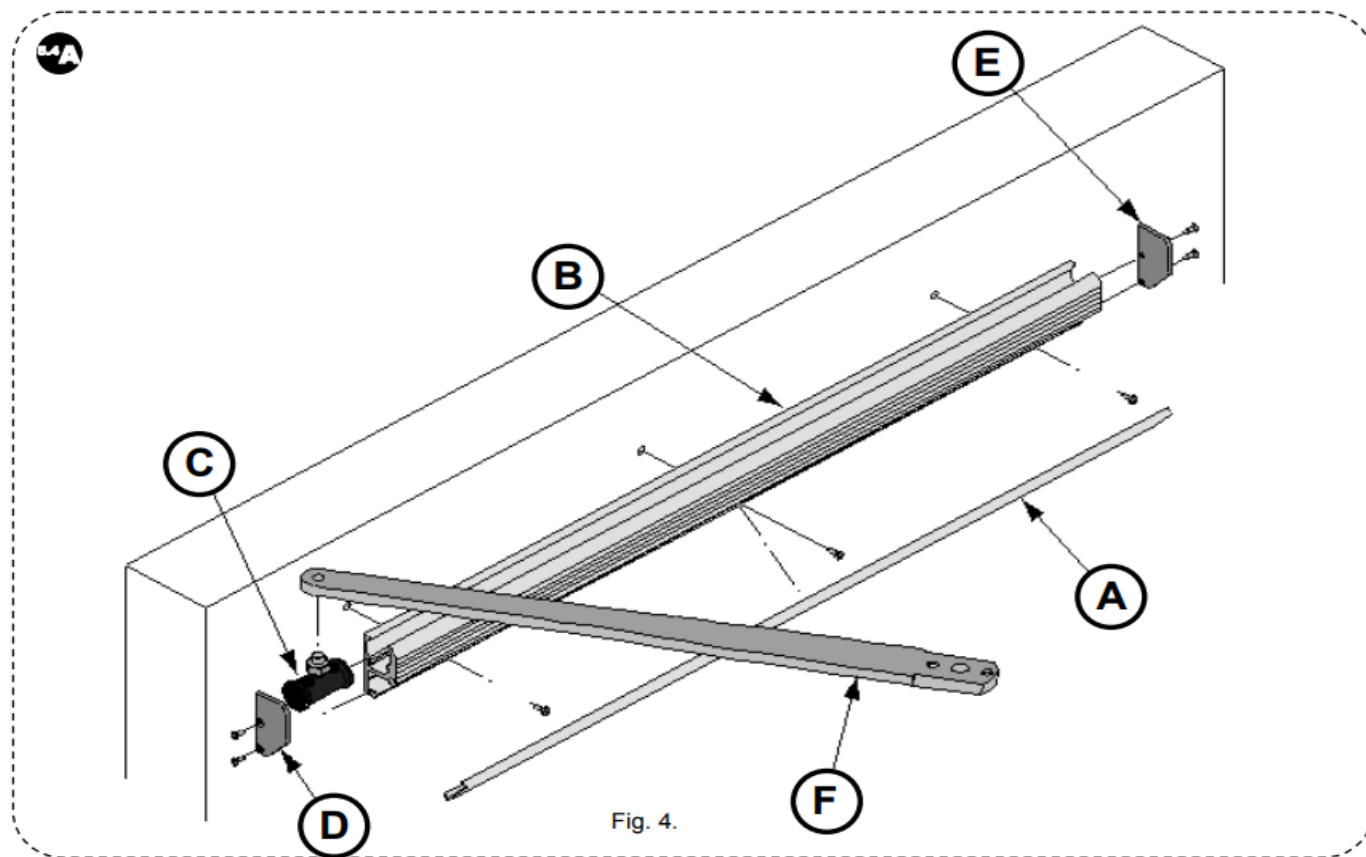

Рис.4.
- Зніміть кришку (рис. 4, частина А) з основного направляючого профілю (рис. 4, частина В), щоб отримати доступ до монтажного відсіку.
- Розмістіть основний напрямний профіль (рис. 4, частина В) горизонтально, дотримуючись рівнів фіксації, вказаних на малюнках 5, 6 та 7.
- Зробіть принаймні 4 отвори, що збігаються з позначкою «V» на напрямному профілі, і закріпіть його (рис. 4, частина В) на рамі за допомогою відповідних гвинтів.
- Помістіть бігунку (рис. 4, частина С) у напрямку (рис. 4, частина В).
- Закривши двері, знайдіть місце для введення важеля (рис. 9, частина А) так, щоб кінці важеля (рис. 4, частина F) збігалися з віссю штифта бігунки (рис. 4, частина С).
- Злегка відкрийте дверцята і повертайте жорсткий кронштейн, поки вісь бігуна (рис. 4, частина С) не збігнеться з кінцем жорсткого кронштейна, де кріпиться штифт важеля.
- Прикрутіть різьбовий кінець шпильки (рис. 4, частина С) до жорсткого важеля (рис. 4, частина F).
- Закрийте кришку направляючої (рис. 4, частина А).
- Закрийте праву (рис. 4 частина Е) і ліву (рис. 4 частина D) торцеві кришки направляючої відповідними гвинтами.